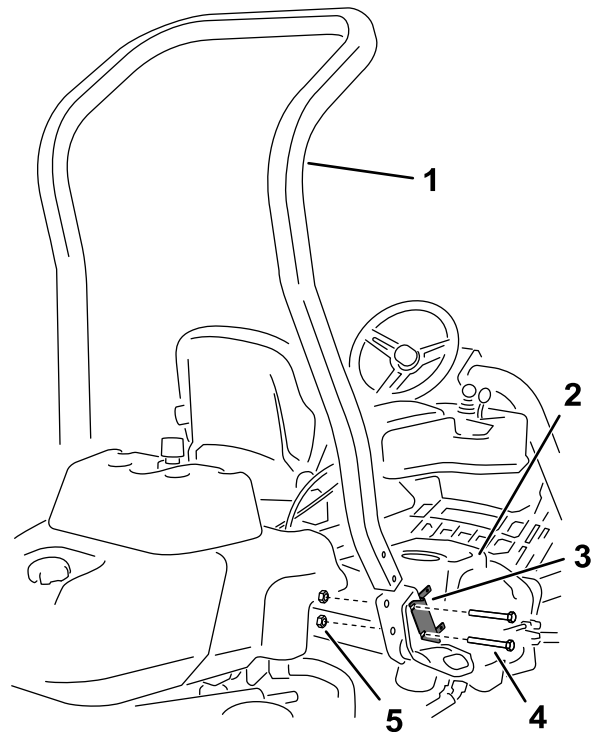

Figura 3
4. Remova os dois parafusos que fixam o suporte do bloco de fusíveis ao suporte ROPS como se mostra na Figura 3.